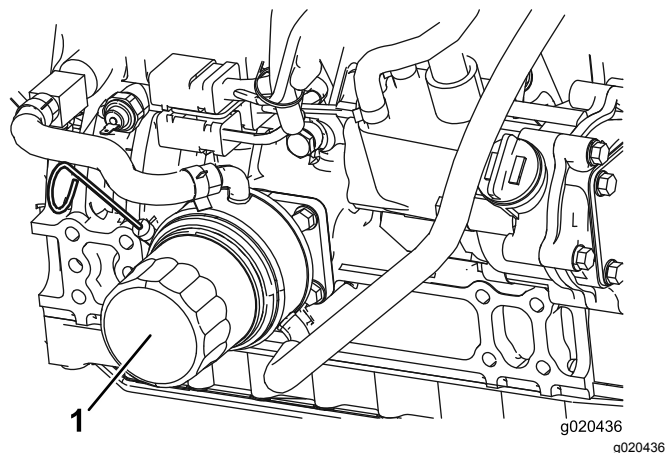

Bild 75
2. Entfernen Sie den Ölfilter (Bild 75). Ölen Sie die neue Dichtung am Ölfilter leicht mit frischem Öl ein, bevor Sie den Filter eindrehen. **Ziehen Sie nicht zu fest.**